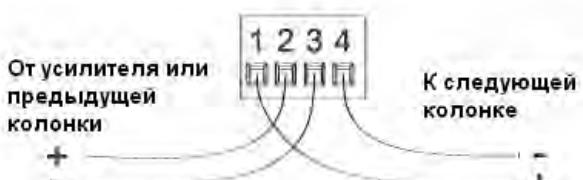

Рисунок 10. Последовательное подключение
- Последовательное подключение.** Подсоедините кабель, идущий к следующей колонке к контактам 1 и 4. Если разъем будет отключен, последующие громкоговорители будут отключены. См. рисунок 10.